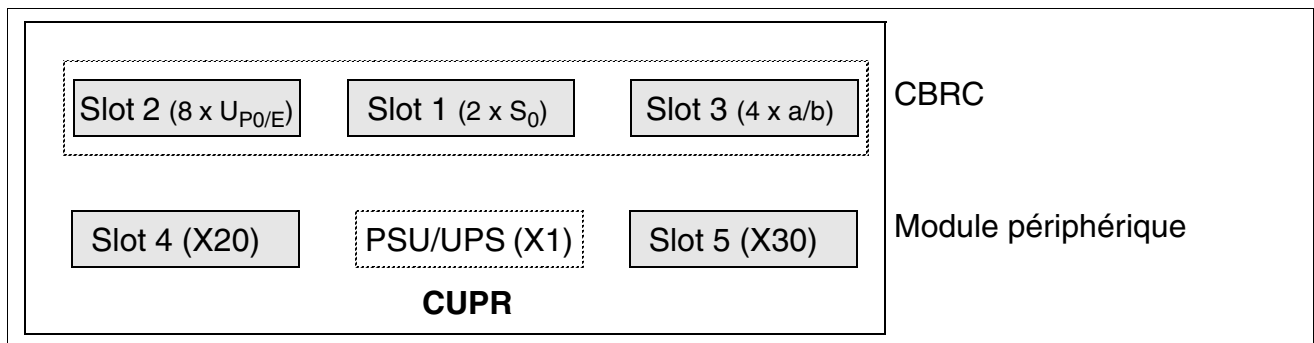

Figure 3-12 Fond de panier CUPR (S30777-Q751-Z)
- CUPR (**C**onnection **U**nit **P**oint **R**ack) S30777-Q751-Z (figure 3-12) - pour montage dans HiPath 3300 (boîtier 19")